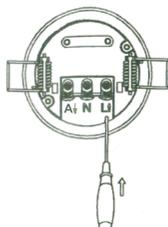

fig. 2
- Aflojar los tornillos (fig. 2)